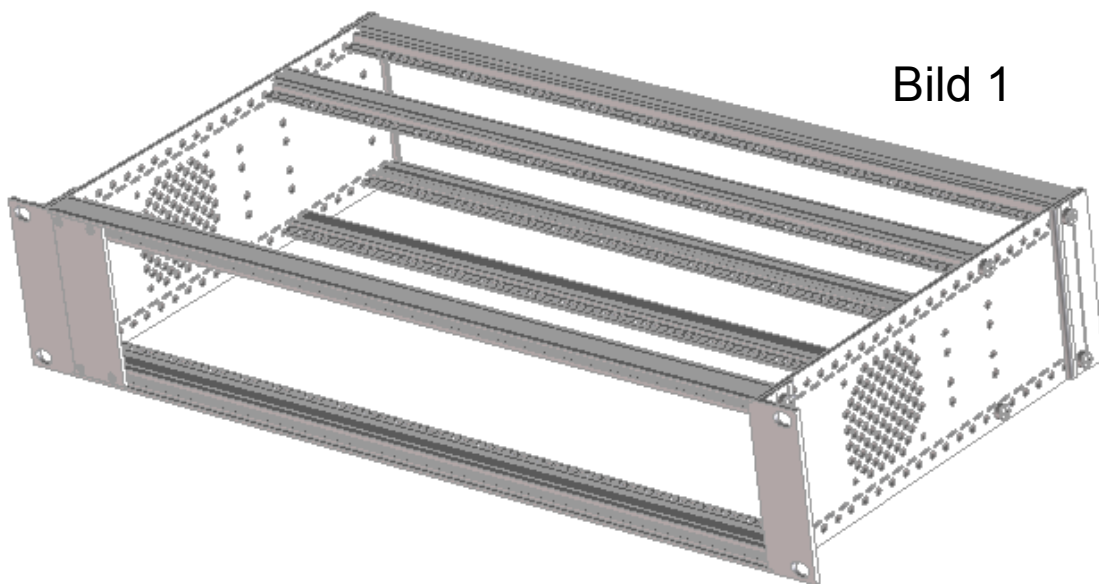

Bild 1
- 2.6 Nehmen Sie nun Ihre Installationsarbeiten an dem wie in Bild 1 fertig montierten Baugruppenträger vor oder bereiten Sie den Baugruppenträger mit der Abdeckfrontplatte (9) für den Einbau von horizontalen Ausbausätzen vor.